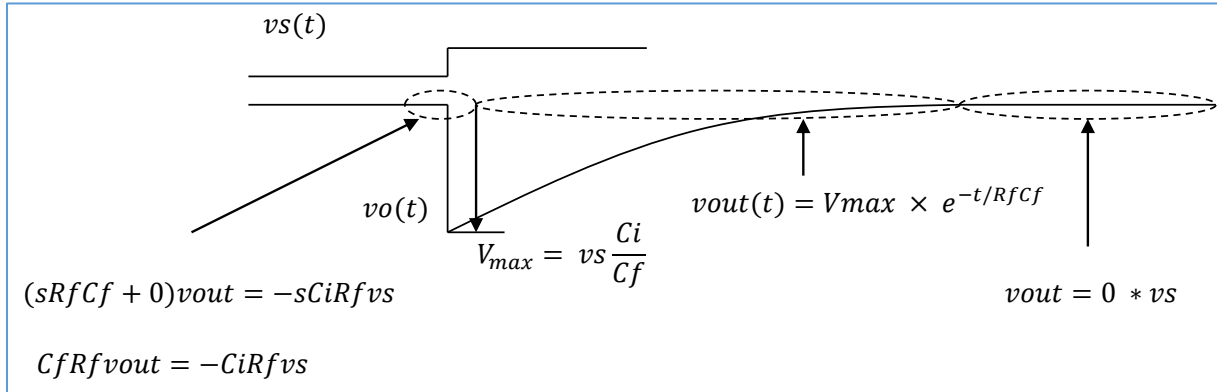

Abbildung 23: Lösungen in verschiedenen Zeitbereichen.
$v_{out} = -C_i/C_f \times v_s$ , also die gleiche Formel wie (13) (Abbildung 23).